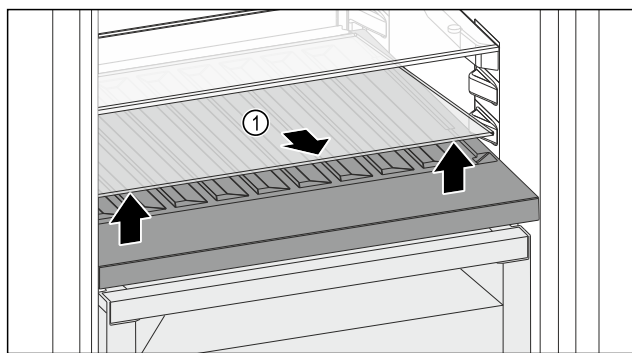

Fig. 192
- Glasplaat Fig. 192 (1) bij de uitsparing aan de voorzijde optillen en verwijderen.
- Glasplaat Fig. 192 (1) goed bewaren buiten het apparaat.
- Glasplaat (2) onder het variabele flessenrek plaatsen.